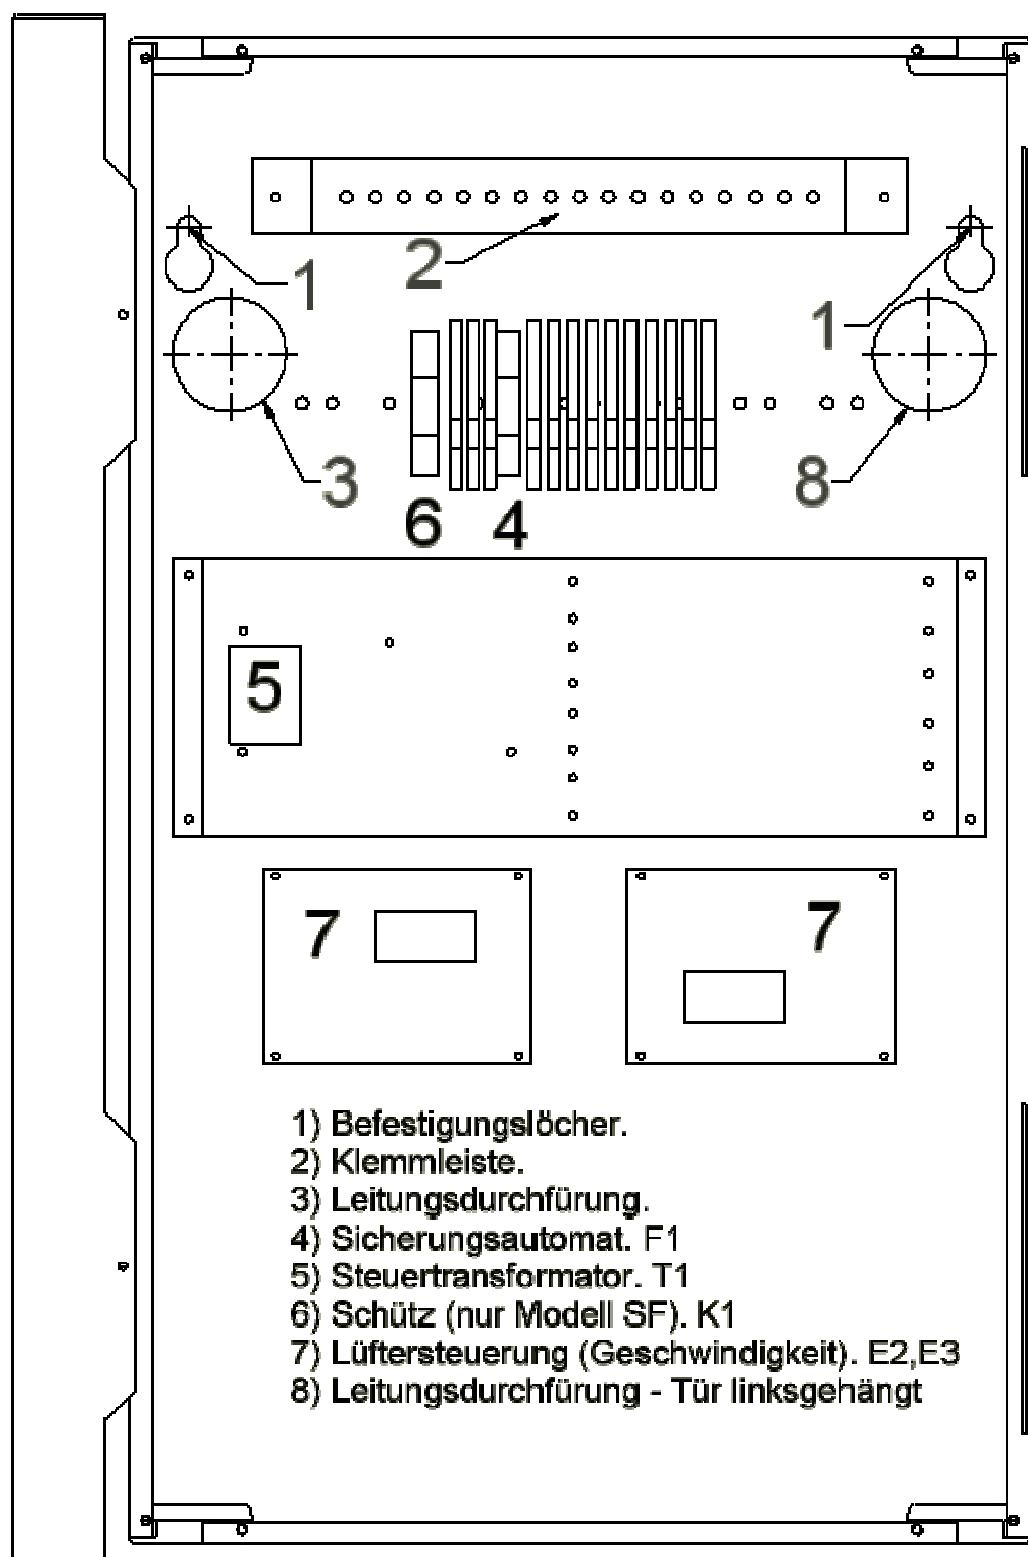

Abbildung 22
5. Führen Sie die Leitungen ein. Die 230 Volt Netzanschlussleitung wird durch ein in der linken Seitenwand oder der Rückwand der Zelle in der Nähe des Netzanschlusses zu bohrendes Loch eingeführt (Übersicht Abbildung 22)